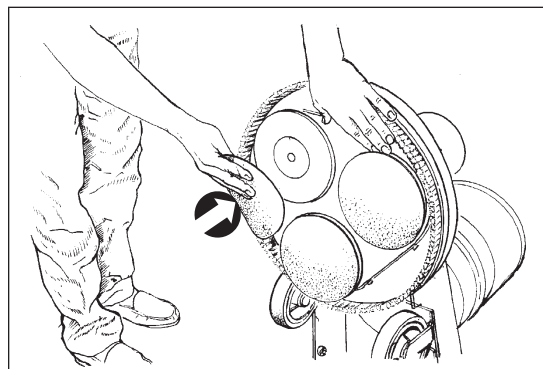

Рисунок 12
10. Установите или замените наждачную бумагу или фильтр. Наждачная бумага, фильтр или полировальник должны быть заменены, если они порвались, износились или затупились. Полировальник должен быть также заменен, если его толщина меньше 1/8". Установка и замена наждачной бумаги, фильтра и полировальника показана на рисунке 12: (См. Рисунок 12)